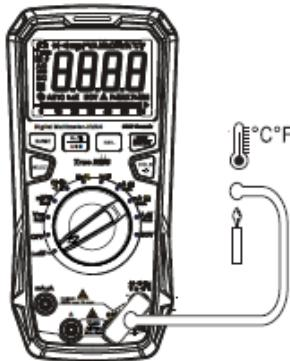

Рисунок. 14
**Измерение температуры (UT61D +, рисунок 14)**